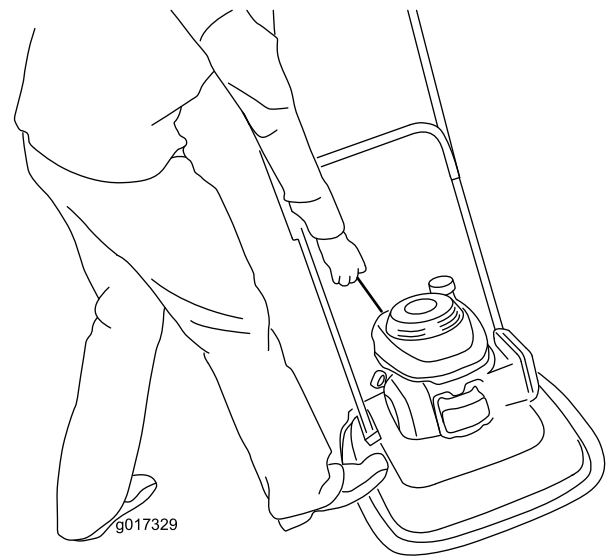

Bild 13
3. Stellen Sie den Fuß auf das Mähwerk und kippen Sie die Maschine in ihre Richtung (Bild 13).